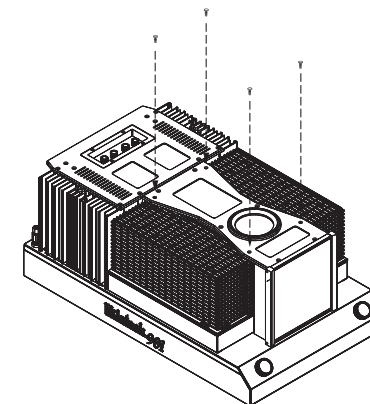

Рисунок 01– отверните и снимите винты крышки лампы
- Используйте отвертку с крестообразной головкой № 2, чтобы выкрутить два винта, которые крепят каждую крышку лампы (Рисунок 01).
- Установите два винта, чтобы закрепить крышку. (Рисунок 01)